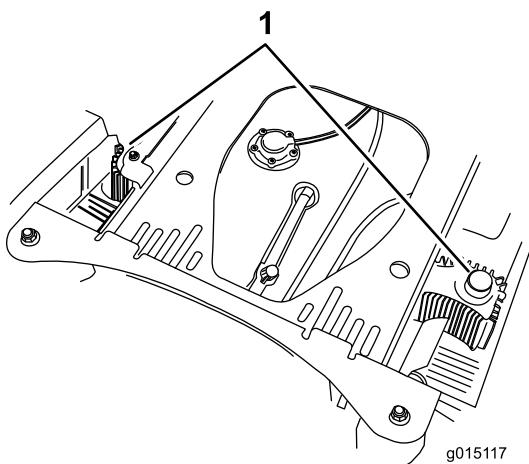

Figura 72
4. Limpie cualquier residuo o hierba de las cubiertas de las unidades hidráulicas (Figura 72).